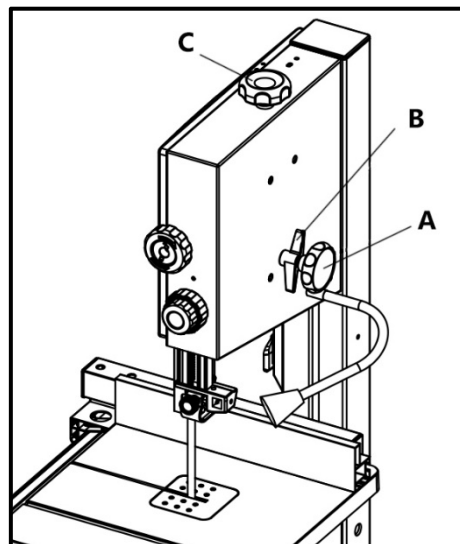

Рисунок 13.
- Ослабьте ручку блокировки B, вручную поворачивайте верхний маховик, осторожно, не касаясь зубьев полотна (рис. 13).
- Полностью поднимите верхнюю направляющую пильного полотна. Принимая во внимание его ширину, поворачивайте ручку С, чтобы отрегулировать натяжение (рис. 13).
- Ослабляйте ручку натяжения С (рис. 13) пильного полотна до тех пор, пока натяжение не ослабнет.